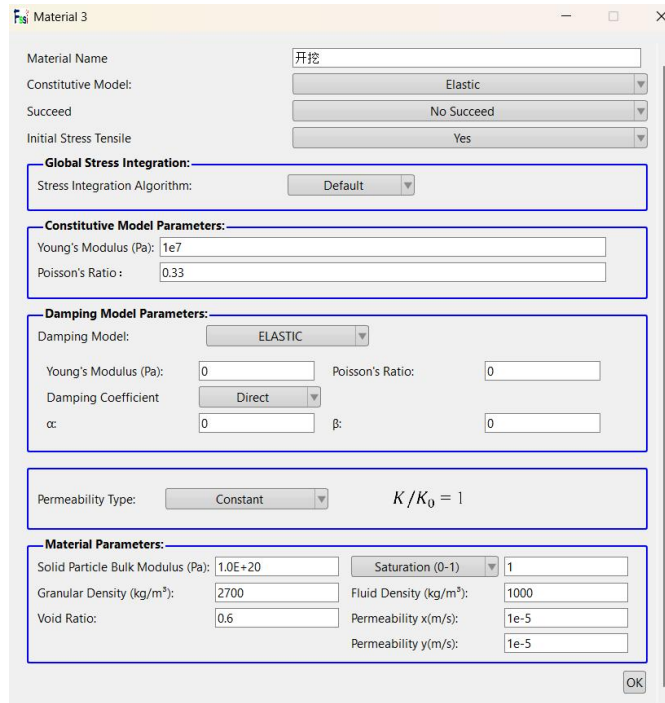
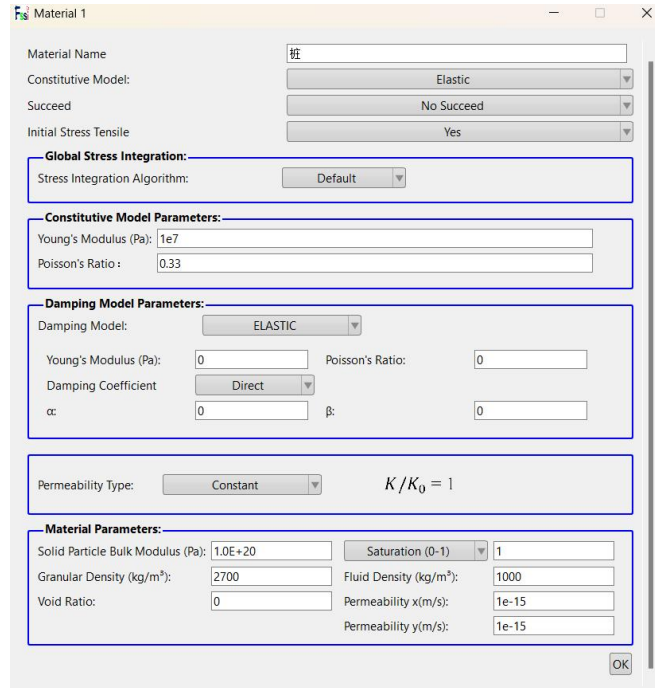

图 13-10 材料参数设置
图 13-19 桩的材料参数设置
模型共包含三种材料，分别是桩、地基和开挖地基，均采用弹性材料。通过点击 FssiCAS—Preprocess—Material—Material 1/ Material 2/Material 3，用户可以自行更改材料名称，设置材料参数。各材料参数设置如图 13-10 所示。
Step 2 中桩设置孔隙率为 0，渗透系数 10^{-15} ，表示桩不透水，如下图 13-19 所示，地基和开挖地基参数与 Step 1 相同，可参考图 13-10。